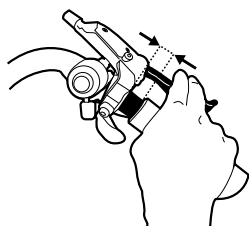

Figure 11. Écartement entre le levier de frein et la poignée
2. Réglez l'écartement du levier de frein avec la poignée de manière à pouvoir actionner le levier de frein avec deux doigts (Figure 11).